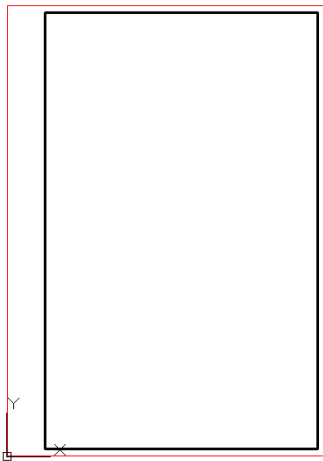
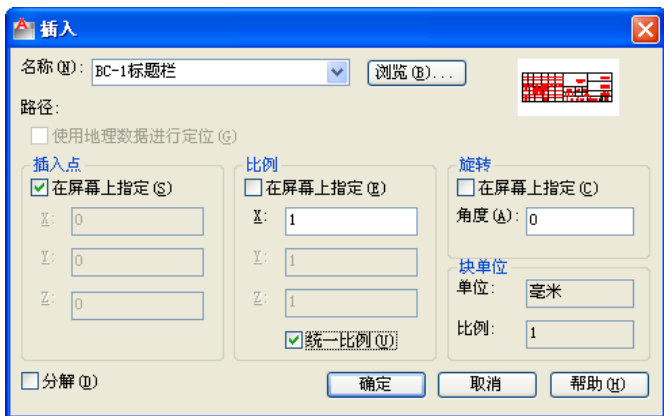

图 6-59 原始图框（未绘制标题栏）
图 6-60 插入块设置
(1) 单击“打开”按钮, 弹出“选择文件”对话框，在随书光盘的“CH6”文件夹中选择“A4 图框-插入块实例.dwg”文件，单击该对话框中的“打开”按钮。该文件中已经存在着如图 6-59 所示的原始图框。
(2) 单击“插入块”按钮, AutoCAD 系统弹出“插入”对话框。
(3) 在“插入”对话框的“名称”文本框中，从该文本框的块定义列表中选择“BC-1 标题栏”，其他相关设置如图 6-60 所示。